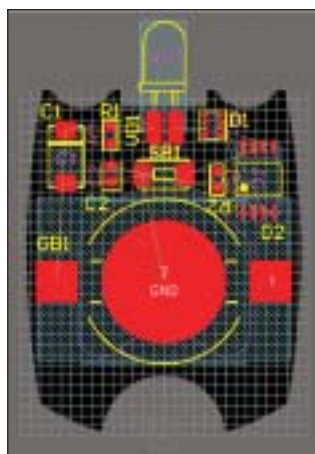

Рис. 78. Расположение компонентов
8. Расставьте остальные компоненты, как показано на рис. 78. Обратите внимание, что захватывать следует именно сам компонент, а не его позиционное обозначение. Позиционное обозначение может быть перемещено отдельно от компонента.